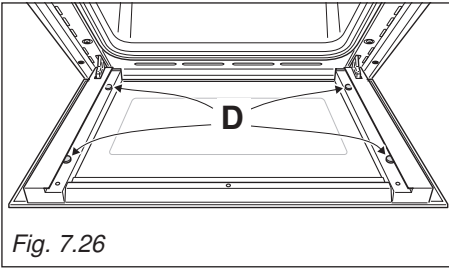

Fig. 7.26
- Vérifiez que les quatre patins en caoutchouc sont en place ("D" sur la fig. 7.26).